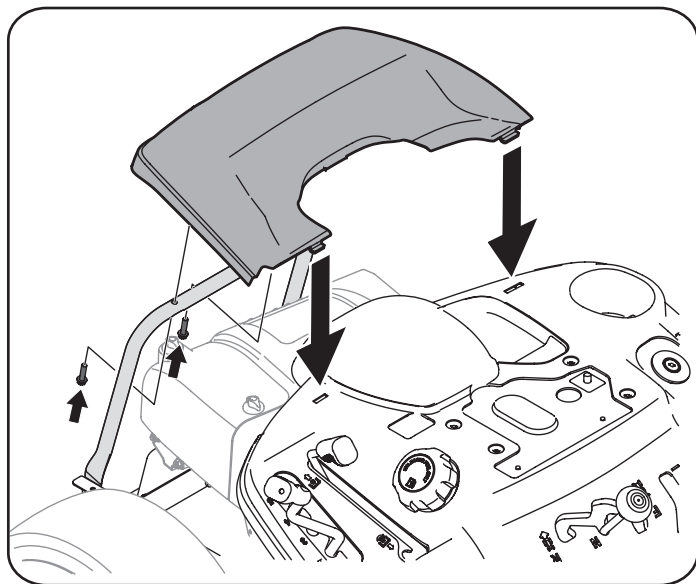

Figura 11
1. Extraiga los dos tornillos hexagonales instalados en fábrica ubicados en la ménsula de montaje de la tapa trasera del motor. Guarde los tornillos para uso posterior. Vea la Figura 11.
2. Coloque la tapa trasera del motor ubicándola en su lugar como se indica en la Figura 11. Incline la tapa del motor hacia adelante para que calce dentro de las ranuras provistas, luego rótelas hacia atrás para alinear los orificios de montaje.
2. Retire la cubierta plástica, si es que está presente, del borne positivo de la batería y una el cable rojo al borne positivo de la batería (+) con un perno y su tuerca hexagonal usando una llave de 7/16 pulgadas y una llave de cubo. Vea la Figura 11.